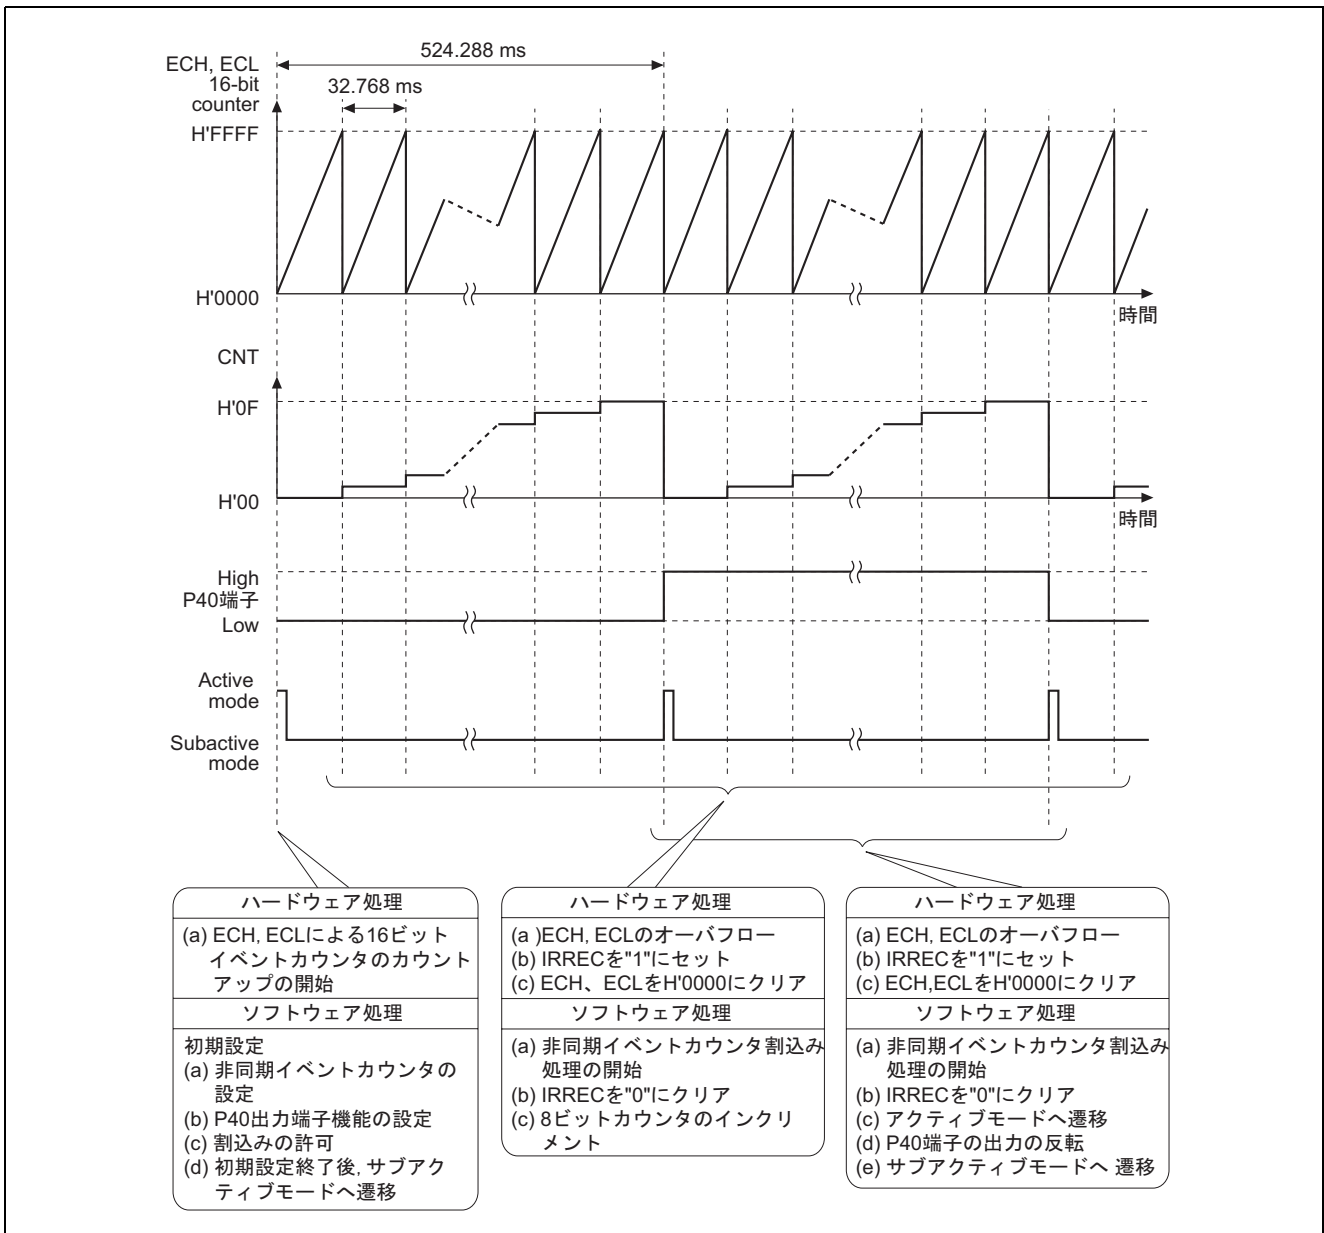

図3 非同期イベントカウンタ動作の動作説明
(1) 図3に動作説明を示します。図3に示すようなハードウェア処理, およびソフトウェア処理により非同期イベントカウンタ動作を行ないます。